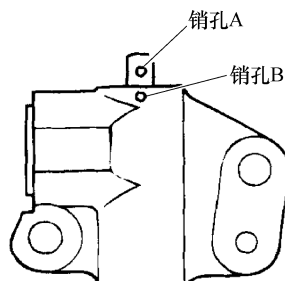

图 4-23 对齐推杆的销孔
4) 慢慢压缩自动张紧器的推杆，直到推杆上的销孔 A 与缸筒上的销孔 B 对准，如图4-23所示。